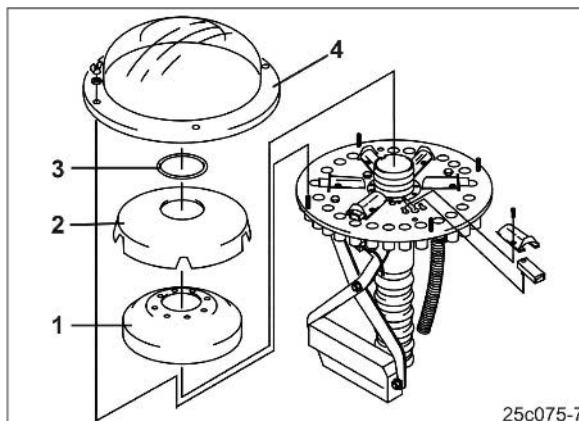

Рис. 124
10. Закрепите пенопластовую вставку (Рис. 124/1).
11. Закрепите внутреннюю крышку распределителя (Рис. 124/2)
12. Установите кольцо (Рис. 124/3)
13. Установите внешнюю крышку распределителя (Рис. 124/4)
6. Заполните бесступенчатый редуктор через заправочный патрубок (Рис. 124/2) до смотрового глазка гидравлической жидкостью.